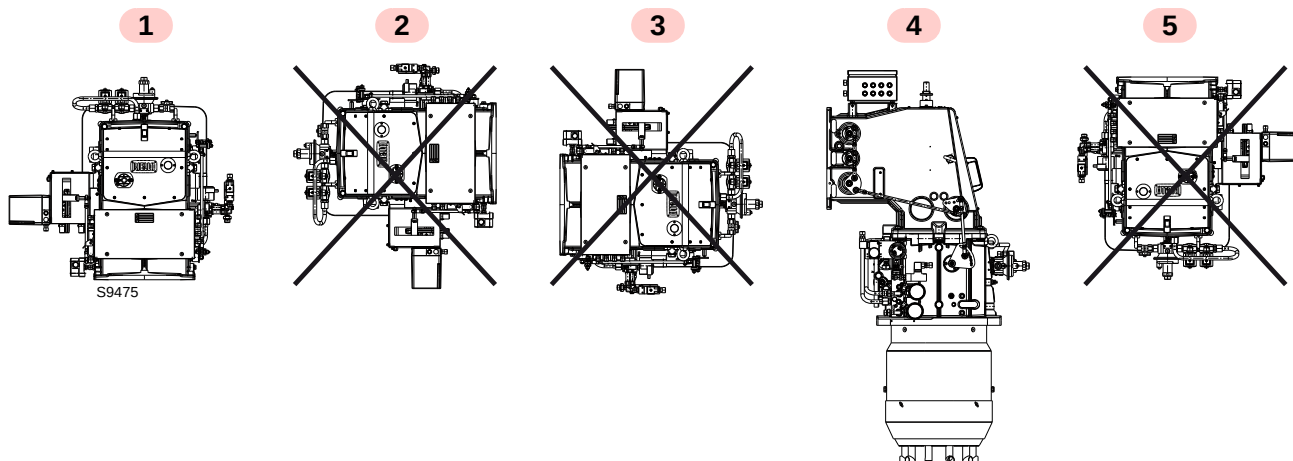

图 11
- 燃烧器设计为仅能安装在位置 **1** 和 **4** (图 11)